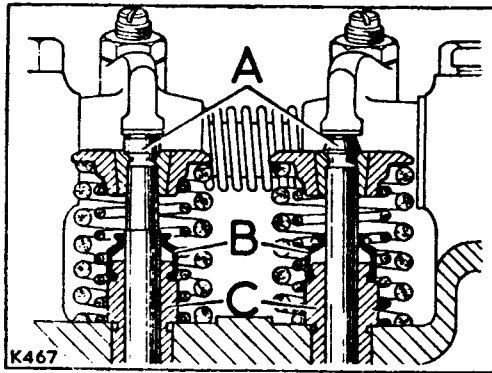

Fig. A4-79.- Posición de las gufas de válvulas y retenes de aceite.
2.2.- Retirar los retenes (B) (Fig. A4-79) de aceite de las gufas de válvula (C).
- 6.1.- Instalar los retenes de aceite en las gufas de las válvulas (Fig. A4-79).